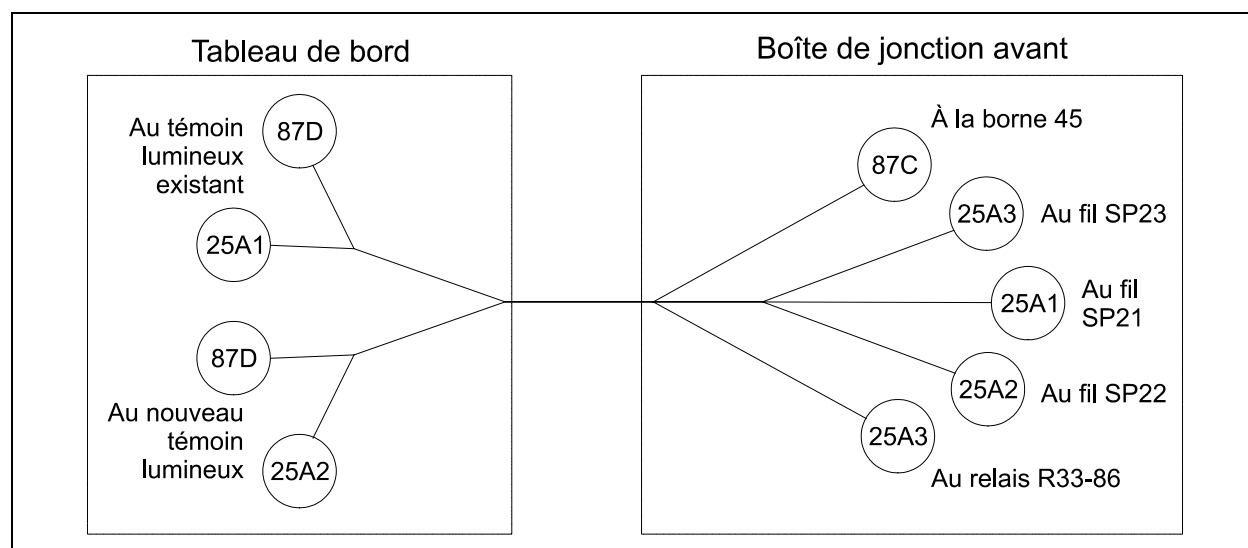

FIGURE 20 : INSTALLATION DU FAISCEAU DE CÂBLES #065240
3. À partir du faisceau de câbles #065240, brancher le fil 87D et le fil 25A1 au témoin lumineux existant, indiquant que l'alternateur ne charge pas (se référer à la figure 20).
6. Dans la boîte de jonction avant, brancher le fil 87C à la borne 45 (se référer à la figure 20).